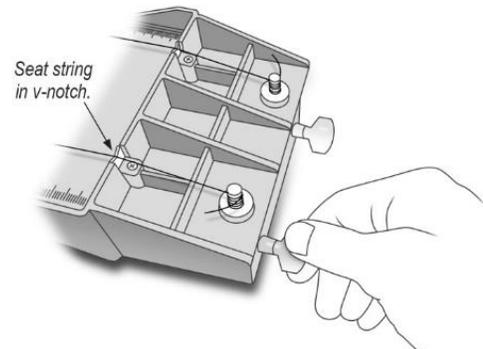

Abbildung 2
- Hängen Sie die kg-Masse 0,5 vorsichtig an den Hebel, der mit der dickeren Schnur verbunden ist. Der Aufhänger für den geschlitzten Massensatz wiegt selbst 0,5 kg. Achten Sie darauf, dass die Schnur an beiden Enden des Sonometers in der V-Kerbe sitzt. Siehe Abbildung 2.
- Drehen Sie langsam den Knopf unter dem Pfosten am anderen Ende des Sonometers, bis die Libelle im Hebel anzeigt, dass er waagrecht ist. Siehe Abbildung 2.